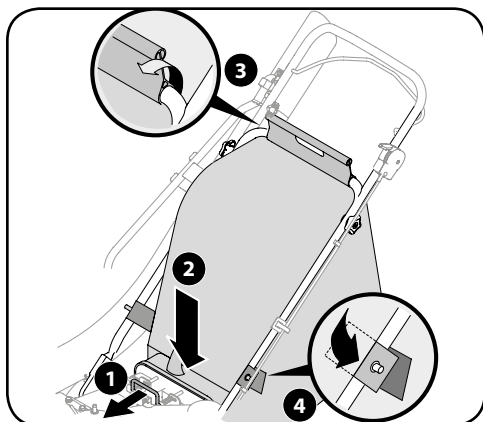

Рисунок 3-6
1. Одной рукой возьмитесь за рукоятку мешка и переместите другой рукой зажимной стержень на монтажном кронштейне в сторону двигателя. При перемещении зажимного стержня используйте торец монтажного кронштейна как рычаг. См. рисунок 3-6.
3. Поместите на мешок нижние жгуты поверх нижней рукоятки и прикрепите их к выступам. См. рисунок 3-6.